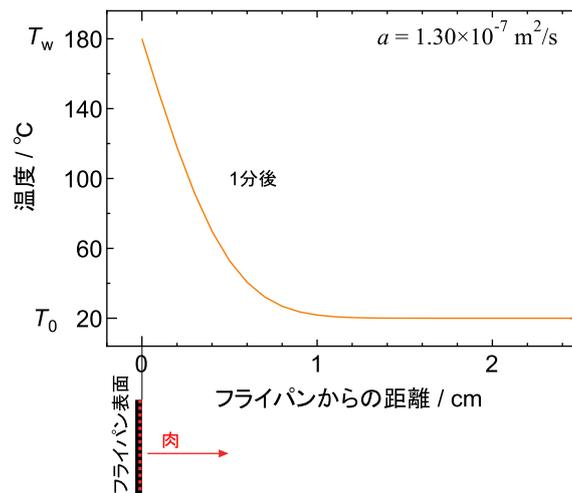
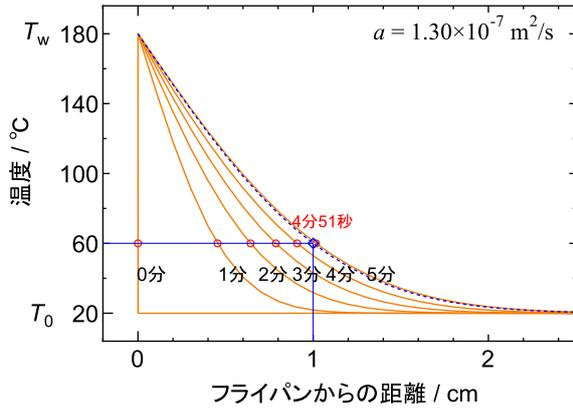
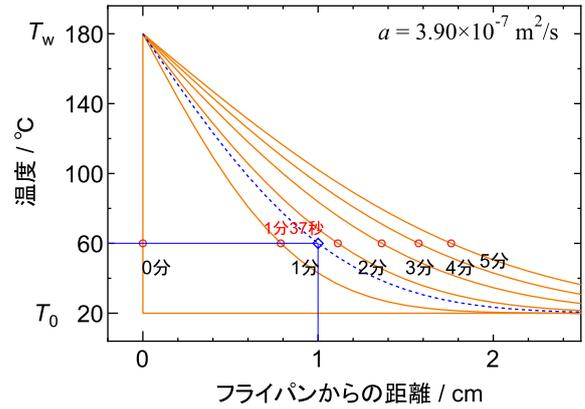

図 3 1 分後の温度分布
図 4 普通の肉の温度分布
図 5 三倍の赤い肉の温度分布
上式から任意の位置  $x$  に対する温度  $T$  を求めることができる。各位置の温度を表計算ソフトなどで計算すると温度分布を図 3 の様に求められる。グラフの左側  $x = 0$  がフライパンの表面で、その右側が肉の内部の温度分布を示している。同様に式 (1) に条件を入れることで、通常の肉と三倍の赤い肉の 1 分後、2 分後、3 分後、4 分後、5 分後の温度分布を求めることができる（図 4 および図 5）。
温度分布の図 4 および図 5 から熱拡散率の影響を見ていく。図中で肉に火の通る（変性する） $60^\circ\text{C}$  の位置を赤丸で示した。図 4 の通常の肉の 1 分後の温度分布を見ると、4 mm と少しの位置まで  $60^\circ\text{C}$  より高く肉に火が通つ
ていることが分かる。図 5 の熱拡散率が通常の三倍の赤い肉の温度分布を見ると、8 mm より少し短い位置まで 60°C より高く火が通っている。両方の図で時間の経過とともに 60°C である赤丸の位置が右に移動し、火の通っている厚さが増えている。この二つの温度分布のグラフを、ある位置のある温度に達するまでの時間に注目して見ると、熱拡散率が三倍の赤い肉では通常の肉に比べて、ある位置のある温度に達するまでの時間は三分の一となっていることが分かる。例えば、1 cm の厚さが火が通る（60°C を越える）までの時間は通常の肉では 4 分 51 秒（291 s）（図 4 中青印）だが、三倍肉ではその三分の一の 1 分 37 秒（97 s）（図 5 中青印）となる。このように熱拡散率が大きくなると、ある一定の温度となるまでの時間が短くなる、すなわち等温面の伝わる速度が速くなる。
上式右辺の中で変数は  $Fo$  のみであり、固体内の温度  $T$  はフーリエ数  $Fo$  のみの関数となっている。つまり、ある値の温度に対してはある一つの値のフーリエ数が対応する。このフーリエ数  $Fo$  を使って、図 4、図 5 で赤丸で示した肉の塊を焼く際にどこまで火が通るかを計算してみよう。肉が焼ける（変性する）温度  $T = 60^\circ\text{C}$  に対応するフーリエ数  $Fo_{60^\circ\text{C}}$  は、 $T_w = 180^\circ\text{C}$ 、 $T_0 = 20^\circ\text{C}$  と式 (2) より次のように求められる。
上式から肉の中での 60℃ の等温面の位置  $x_{60\text{℃}}$  と時間  $t_{60\text{℃}}$  の関係が分かる。図 4 の赤丸と比べてみよう。普通の肉 (熱拡散率  $a = 1.3 \times 10^{-7} \text{ m}^2/\text{s}$ ) で 4 分 51 秒 (291 s) を代入する。
上式のように図 4 と同じように 4 分 51 秒 (291 s) 後に距離が 1 cm となることが確認できる。同様に、肉の熱拡散率  $a = 1.3 \times 10^{-7} \text{ m}^2/\text{s}$  と肉が焼けている距離もしくは時間のどちらかを式 (3) に代入すれば、肉が焼けている時間もしくは距離を求めることができる。また、三倍の赤い肉でも熱拡散率  $a = 3.9 \times 10^{-7} \text{ m}^2/\text{s}$  と 1 分 37 秒 (97 s) を代入することで、図 5 と同じ 1 cm を求めることができる。つまり、式 (3) で表されるように熱拡散率は等温面がある時間 ( $t_{60\text{℃}}$ ) 経過した際にどれくらい進んでいるか ( $x_{60\text{℃}}$ ) を表しており、等温面の移動する速度を表している脚注 7。すなわち、熱拡散率は等温面 (温度) の伝わる (伝導) 速さを表している脚注 8。